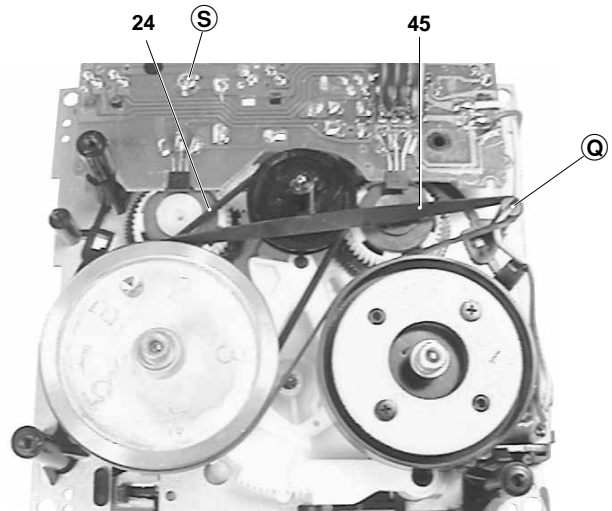

Fig. 9
- Nehmen Sie den Antriebsriemen 45 von der Motorriemenscheibe und legen Sie ihn über den hochstehenden Bolzen (Q) (Fig. 9).
- Take off the drive belt 45 from the motor pulley and put it around the upright bolt (Q) (Fig. 9).